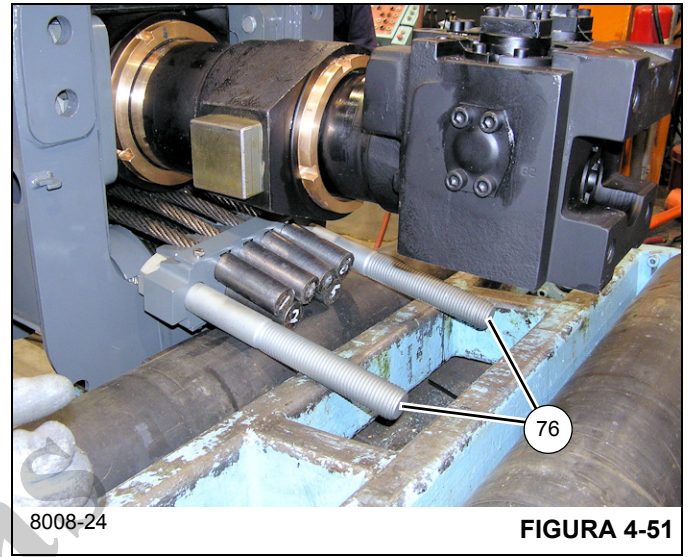

FIGURA 4-51
81. Instale os dois parafusos (76) na placa de fixação (73) (consulte a Figura 4-51).